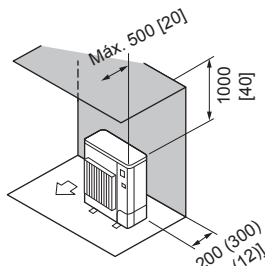

Fig. 2-7
- ② Obstáculos sólo en la parte trasera y superior (Fig. 2-7)